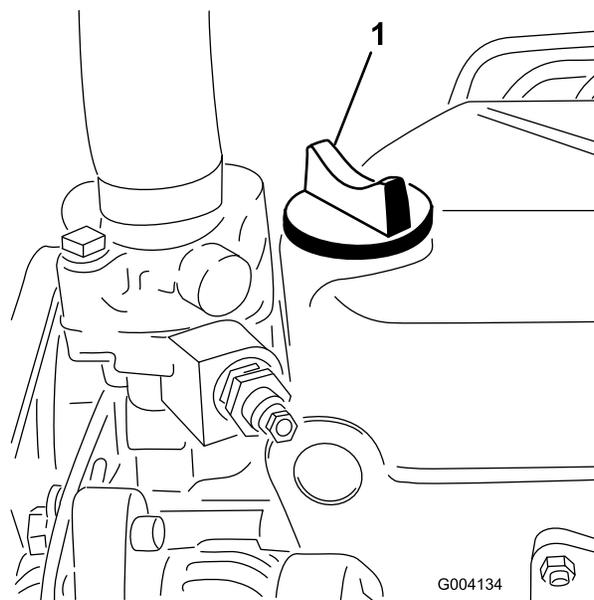

図 29
5. オイルの量が不足している場合は、補給キャップ図 29を取り、Full 位置までオイルを補給する。